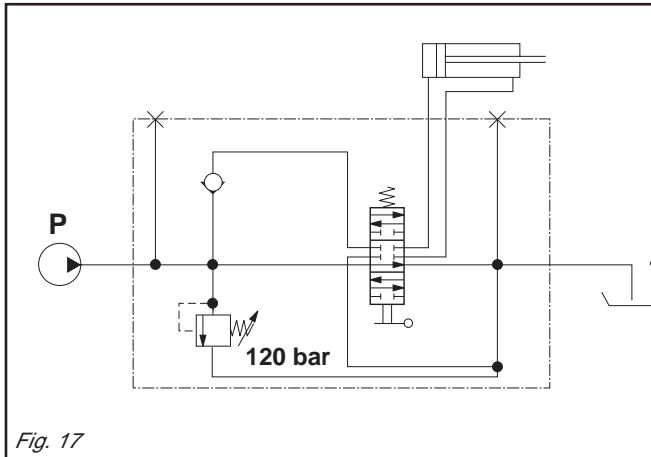

Fig. 17
Una volta eseguite queste due operazioni preliminari (attacco dei 3 punti al trattore e innesto del cardano) si deve collegare al trattore il circuito idraulico (schema Fig. 17) che permette i vari movimenti della macchina e precisamente:
*Once these preliminary operations have been accomplished (coupling of 3-point hitch to the tractor and cardan shaft engagement), connect the hydraulic circuit (plant Fig. 17) to the tractor. This will enable the machine to accomplish its various movements, i.e.:*
Nach der Durchführung dieser beiden Vorbereitungsarbeiten (Einkupplung der Ober- und Unterlenker am Schlepper und Einstecken der Gelenkwelle) ist die hydraulische Kreislauf (Plan Fig. 17) am Schlepper zu befestigen. Mit dieser werden die verschiedenen Bewegungen der Maschine ermöglicht, und zwar:
*Après avoir effectué ces deux opérations préliminaires (attelage des 3 points au tracteur et raccordement du cardan) il faut relier au tracteur le circuit hydraulique (schema Fig. 17) permettant les divers mouvements de la machine et plus précisément:*
Una vez efectuadas estas dos operaciones preliminares (enganche de 3 puntos con el tractor y conexión del cardán) debemos conectar el circuito hidráulico (esquema Fig. 17) con el tractor que permite los distintos movimientos de la máquina, en particular: